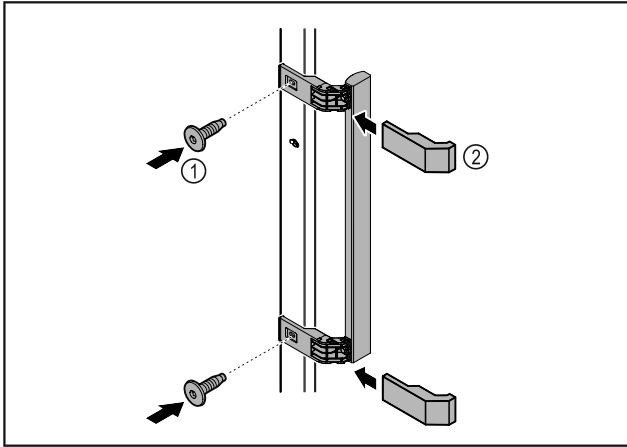

Fig. 46
- ▶ Установите на двери ручку из набора принадлежностей, используя прилагающиеся винты Fig. 46 (1).
- ▶ Установите крышку Fig. 46 (2).